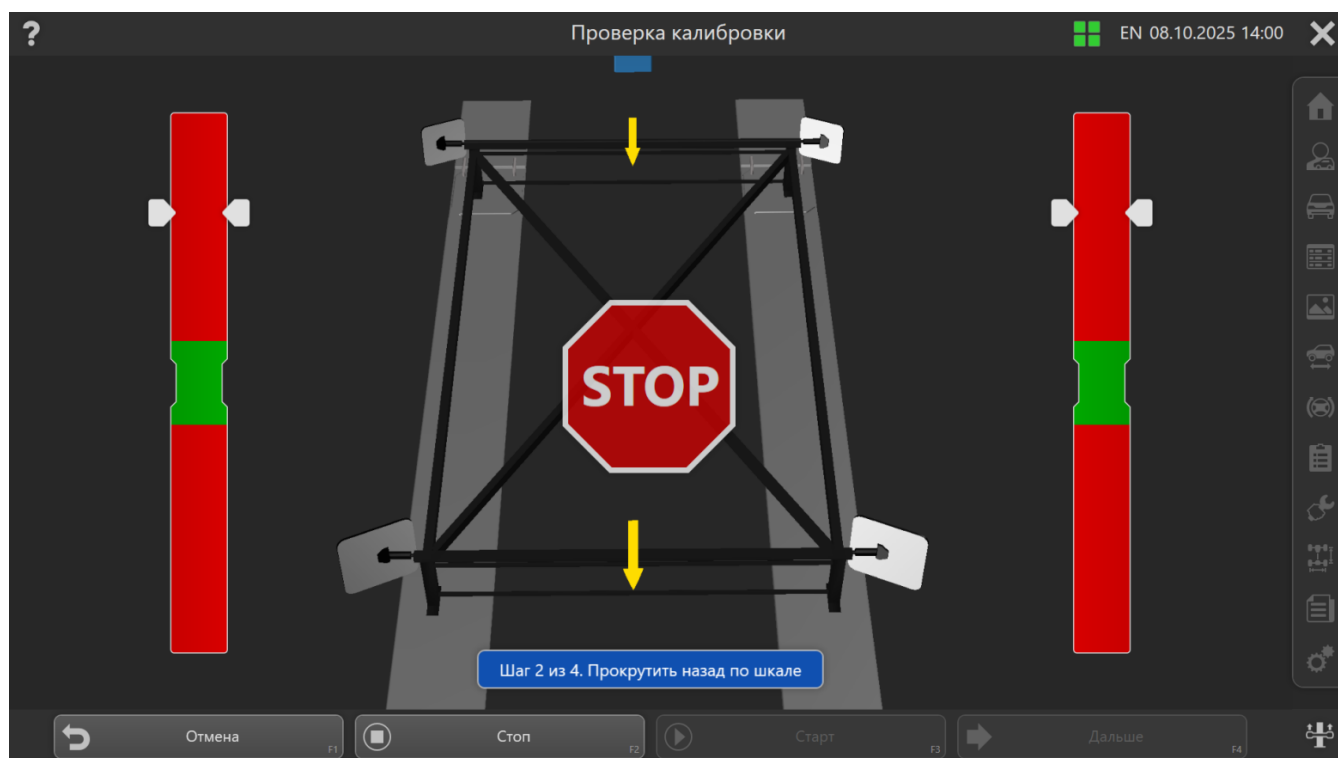

Рисунок 8.6 – Окно проверки калибровки с использованием ISO-рамы с захватами
- проверка калибровки ISO-рамой с захватами (с имитаторами колес) (рис.8.6);